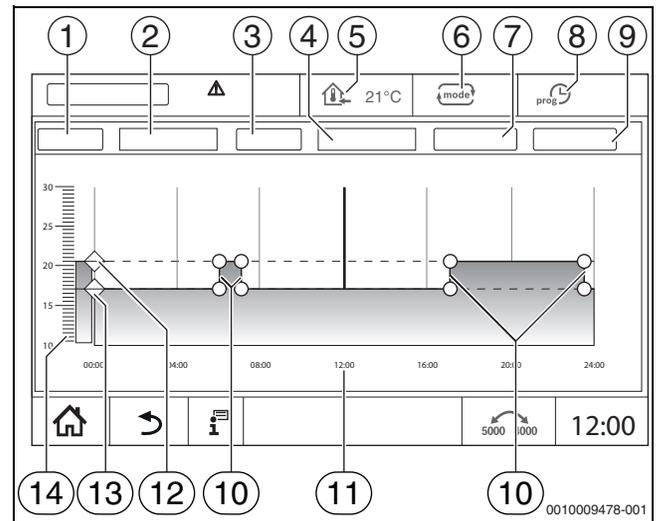

Bild 25 Zeitprogramm
- ▶ Symbol antippen, halten und auf die entsprechende Temperatur ziehen (→ Bild 25, [15], Seite 23).
- ▶ Symbol antippen und aus der Auswahlliste den Wochentag (→ Bild 25, [2], Seite 23) und das gewünschte Programm (→ Bild 25, [4], Seite 23) wählen.